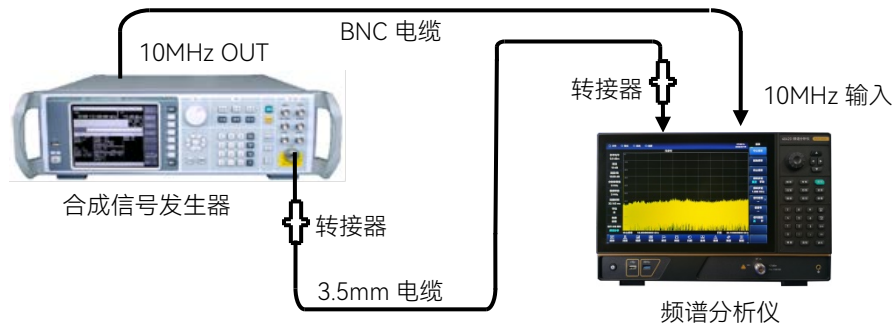

图 15.4 扫频宽度准确度测试设置
- 3) 如图 15.4 连接测试仪器，合成信号发生器为频谱分析仪提供频率参考；